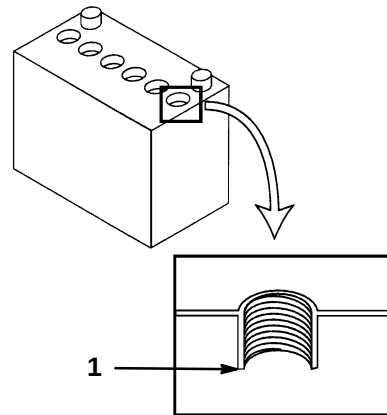

Abbildung 52
4. Die Zellenabdeckungen öffnen, um in die Zellen zu sehen. Die Füllsäure muß bis zum unteren Teil der Röhre reichen (Abb. 52). Der Füllsäurestand darf nicht unter die Platten fallen.
2. Die Deckel abnehmen (Abb. 52).
3. Langsam destilliertes Wasser in jede Batteriezelle gießen, bis die Flüssigkeit bis zum unteren Teil der Röhre reicht (Abb. 52).